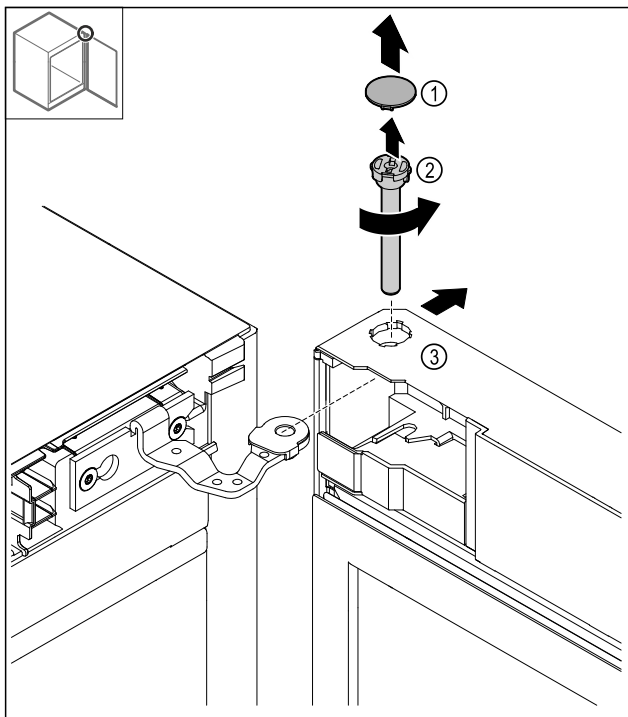

Fig. 19
- Desmontar la cubierta Fig. 19 (1).
- Aflojar el perno Fig. 19 (2) en sentido antihorario y extraerlo.
- Inclinar la puerta Fig. 19 (3) ligeramente.